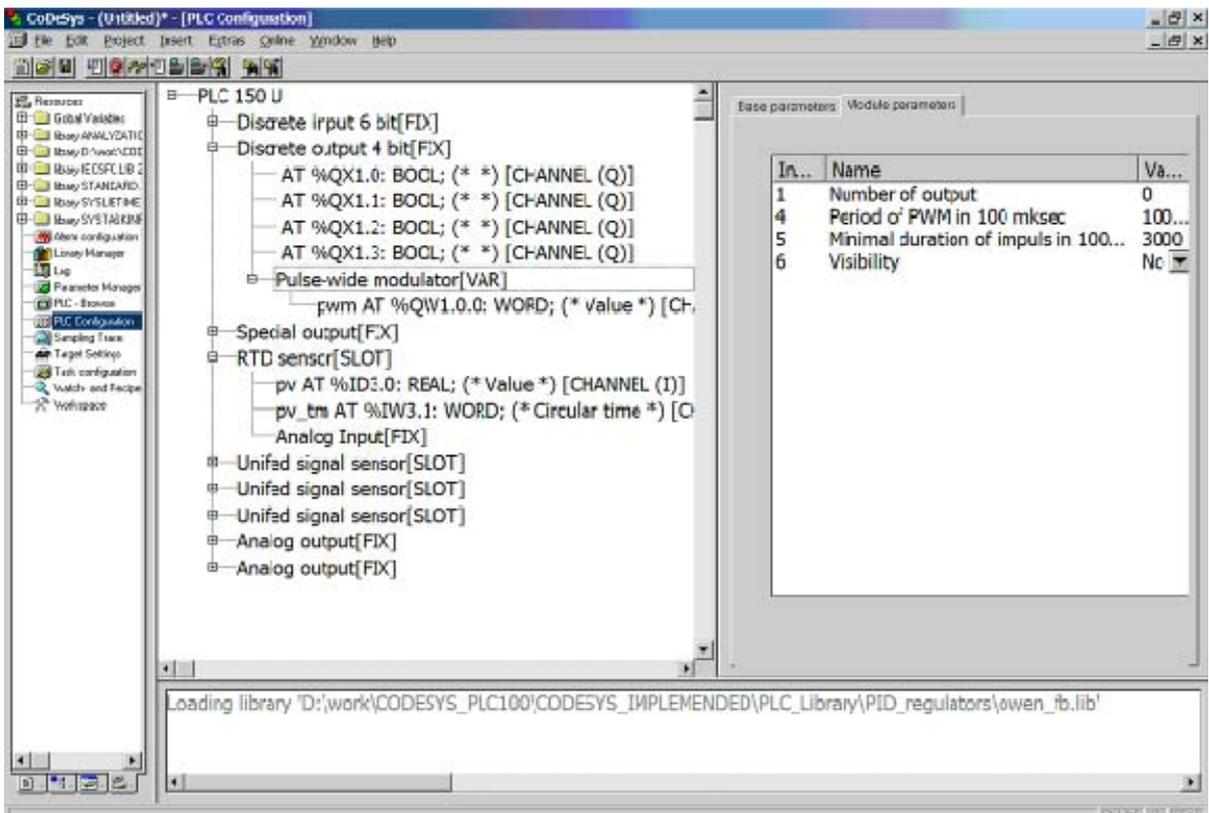

Рис. 3.4. Окно настройки входов-выходов ПЛК
- «привяжите» ФБ к измерителю (ПЛК150.U-L), т.е. введите названия соответствующих переменных напротив входов Pv, Pv\_time (см. рис. 3.4).